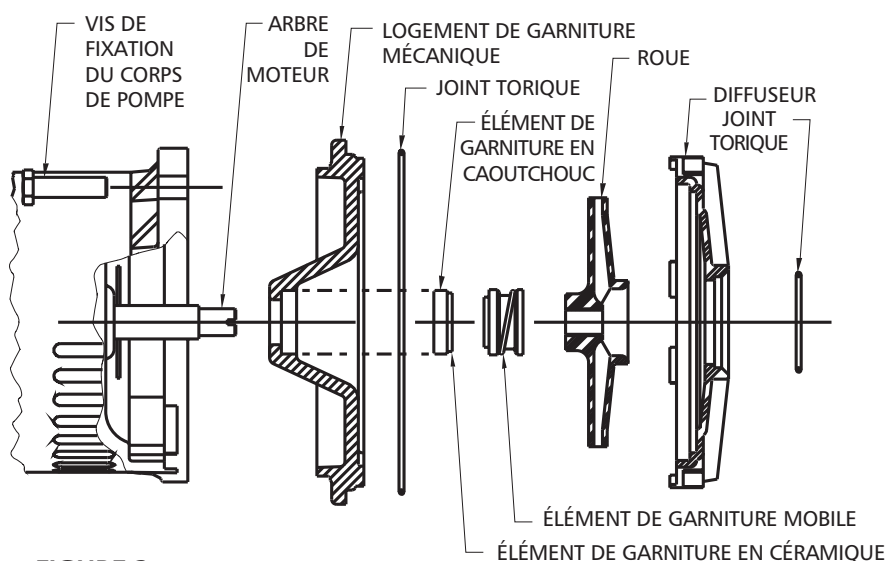

FIGURE 3
4. Déposer les quatre vis de fixation du corps de pompe (fig. 3). On n'a pas à détacher la tuyauterie.